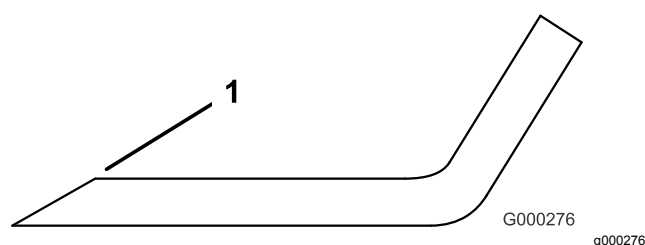

Figura 112
- Examine as partes cortantes de todas as lâminas. Afie as extremidades de corte se estas apresentarem sinais de desgaste ou ranhuras. Afie apenas a zona superior da parte cortante e mantenha o ângulo de corte original para garantir um desempenho eficaz da lâmina (Figura 112). A lâmina mantém o equilíbrio se for retirada a mesma quantidade de metal de ambas as partes cortantes.